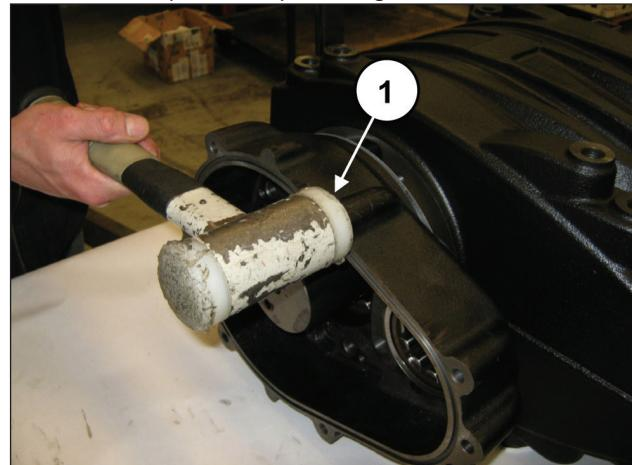

Fig. 65
Montar la caja del reduedor (y la junta) utilizando una herramienta de percusión (pos. ①, Fig. 65).